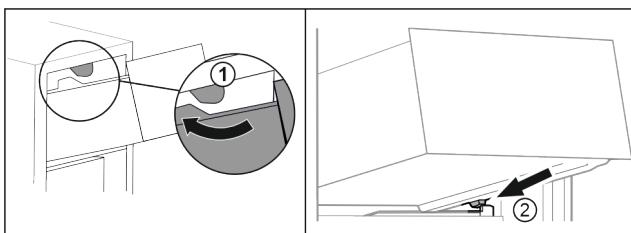

Fig. 68
- ▶ Обведите выдвижной ящик вокруг верхнего стопора. Fig. 68 (1)
- ▶ Наклоняя вниз, установите выдвижной ящик за нижние стопоры на контейнерное ребро. Fig. 68 (2)